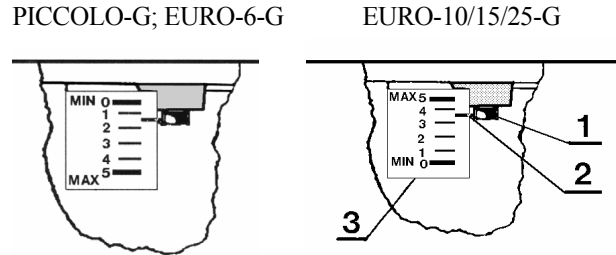

Fig. 16
5.3.2. Reglarea capului de ardere (Fig. 16)